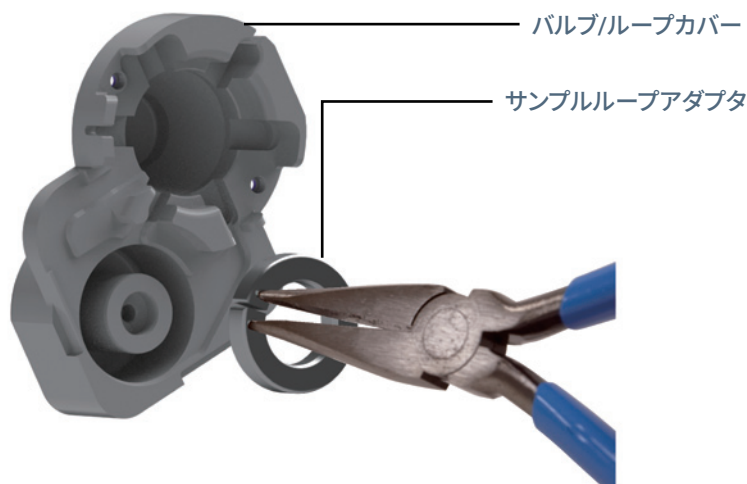

図 22. バルブ/ループカバーからサンプルループアダプタ（部品番号 G4556-20178）を取り外す
- a ラジオペンチでサンプルループアダプタをつかみます（図22を参照）。
- b ラジオペンチをしっかり握って、ブロック、またはカバーからサンプルループアダプタを慎重に引き抜きます（図22を参照）。